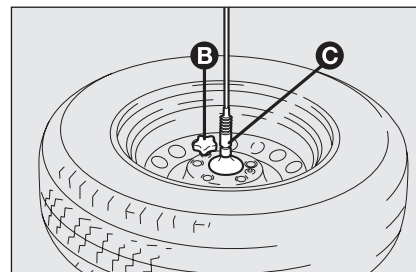

fig. 6
- ☐ extraiga el capuchón **B-fig. 6** y desenganche el cable de retención, luego libere la rueda del soporte dentado **C** aflojando los tornillos 2 tornillos;